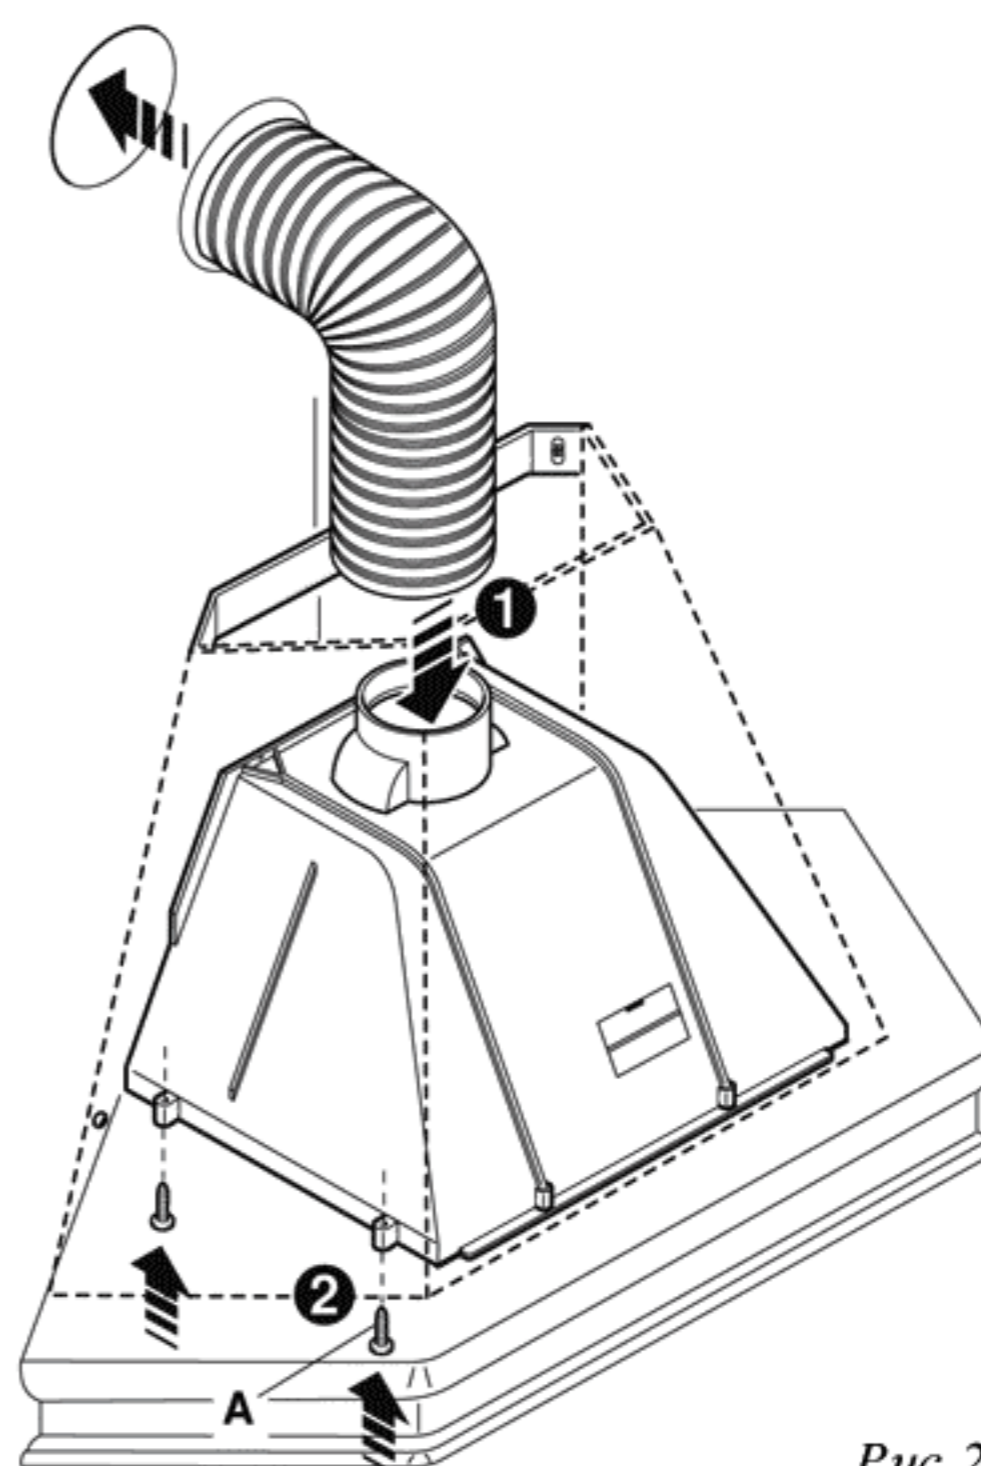

Рис.2
- В то же самое время поднять моторный блок и закрепить его снизу кожуха четырьмя винтами **A**, идущими в комплекте (рис. 2).